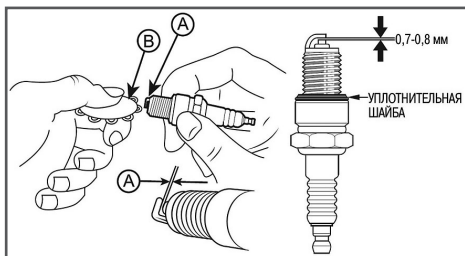

Рис. 21 Зазор между электродами свечи зажигания
4. Измерьте зазор А между электродами свечи зажигания специальным щупом В (Рис. 21). Зазор должен быть 0,7-0,8 мм (Рис. 21). При увеличении или уменьшении требуемого зазора,